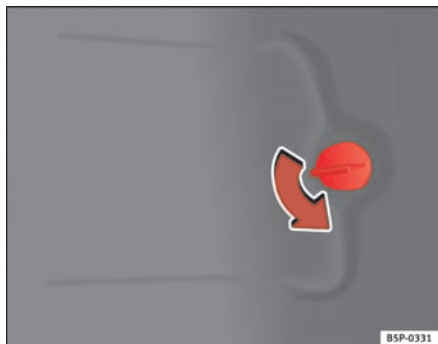

Fig. 193 Lys på karrosseriet
- Fjern afdækningen i siden af bagagerummet ⇒ fig. 193.